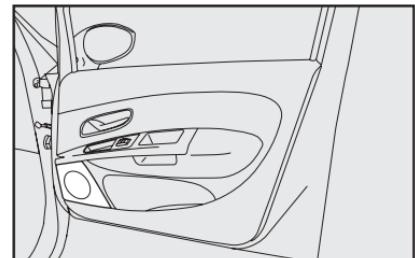

fig. 115
- Altosparlantes en las puertas delanteras **fig. 115**.